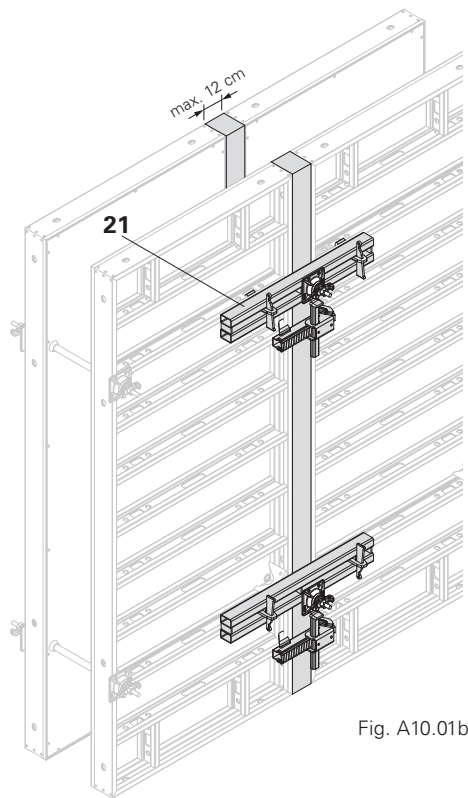

Fig. A10.01b
- Bois  $\leq 12$  cm avec pince DRS et Filière de compensation DAR 80 (21) (Fig. A10.01b)
- Disposer les pinces DRS (20) comme pour les joints de panneaux standard.